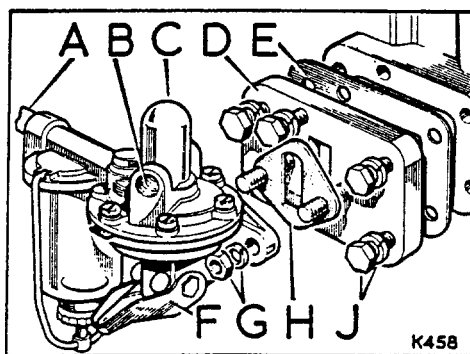

Abb. A1-49. Montagezeichnung des hinteren Seitendeckels
2. Den hinteren Seitendeckel zusammen mit der Benzinpumpe montieren, und die Benzinleitungen an der Pumpe anschliessen. Den Handhebel betätigen, bis ein Widerstand verspürt wird. Siehe Abb. A1-49.